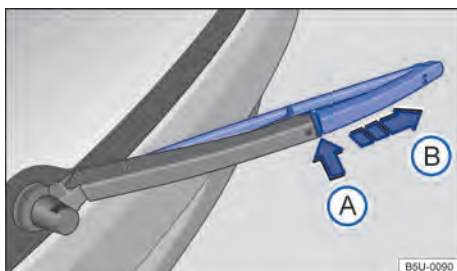

Fig. 177 Substituir a palheta do limpador do vidro traseiro.
- Manter a tecla de destravamento → Fig. 177 ① pressionada.
- Retirar a palheta do limpador do vidro traseiro no sentido da seta ②.